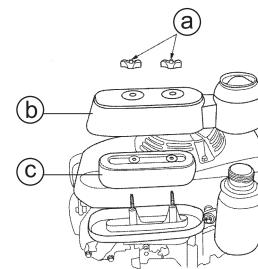

Abb. 35
9.5 Luftfilter (Siehe Abb. 35)